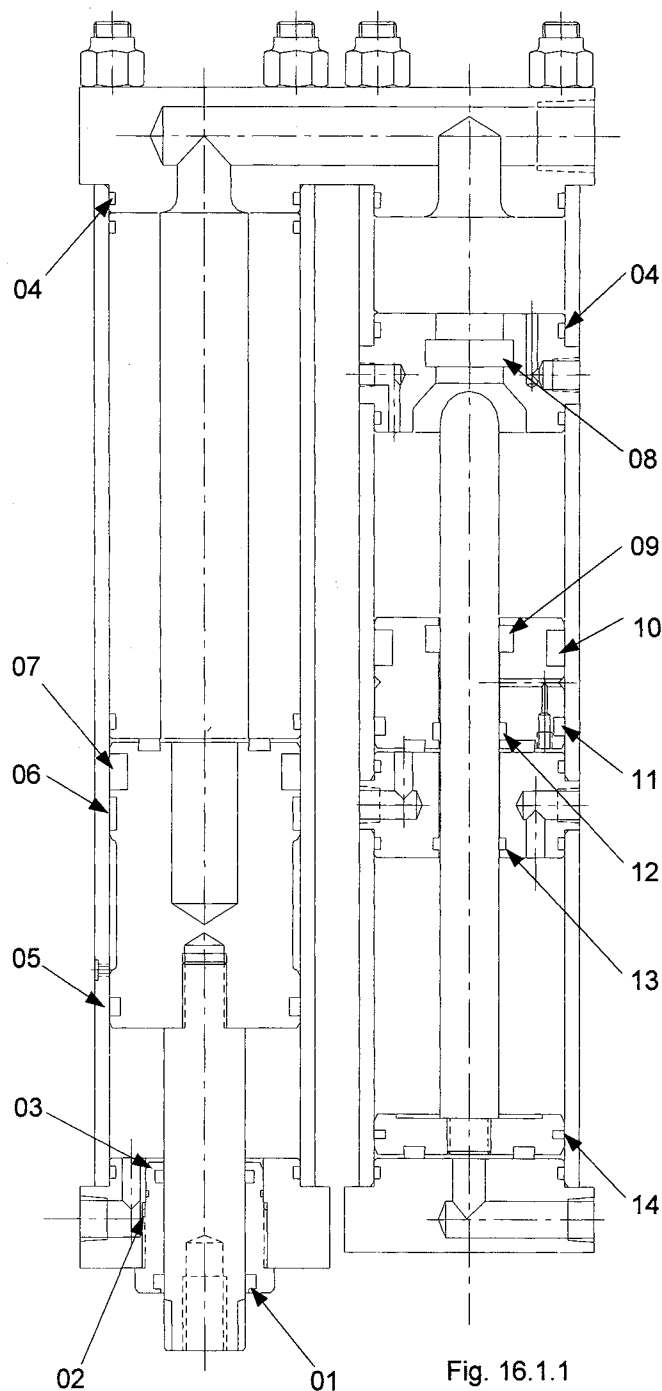

Fig. 16.1.1
16.1 HPT Series Cylinder (Fig. 16.1.1)